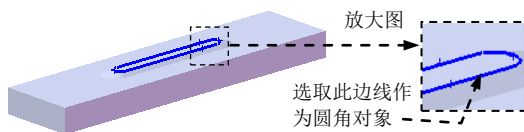

图 17.10.32 定义圆角 1 参照
(3) 选择引导线。本例中使用系统默认的引导线。
(4) 单击“放样”对话框中的  按钮，完成放样 1 的创建。
Step7. 创建圆角 1。要圆角的对象为图 17.10.32 所示的边线，圆角半径值为 10.0。